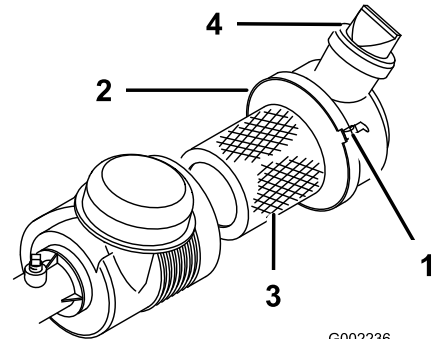

图38
检查空气滤清器壳体是否有可能导致空气泄漏的损坏。确保防尘盖紧密密封在空气滤清器上。更换损坏的空气滤清器壳体。每次使用之前挤压阀图38、清除灰尘和杂物。每使用 100 小时后均需维护空气滤清器。
3. 松开空气滤清器箍带用于将空气滤清器盖紧固到空气滤清器壳体上、从壳体上拆下盖子图38。
7. 箍紧箍带图38。
4. 装回盖子、使阀门朝下、然后使用箍带箍紧盖子图 38。